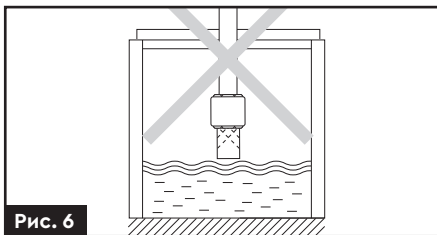

Рис. 6
- › Зворотний клапан з фільтром грубого очищення не має бути на рівні або вище за дзеркало води (рис. 6).